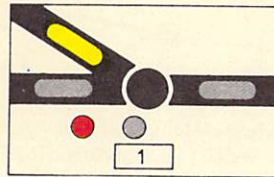

Bild 26
- (8) a) Das Umstellen einer Weiche oder Gleissperre kann durch Bedienen der Weichensperrtaste und der Weichentaste gesperrt werden. Nach der Einzelsperrung leuchtet der Weichensperremelder rot und der Stellungsmelder gelb (vgl. Bild 26). Durch Bedienen der Weichenentsperrtaste und der Weichentaste kann die Sperrung wieder aufgehoben werden; der Weichensperremelder und der Stellungsmelder erlöschen.